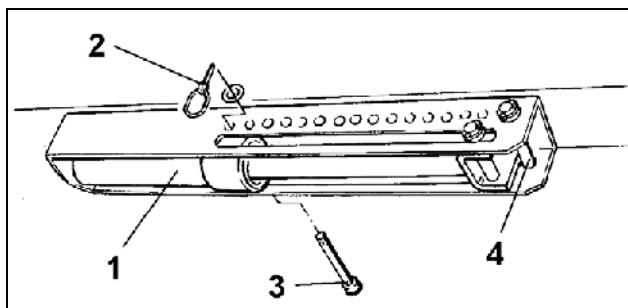

Fig. 87
Conecte el cilindro hidráulico (Fig. 87/1) a una válvula de control de simple efecto del remolcador (ver cap.8.2) y active la válvula de control sólo desde la cabina del remolcador.
Dos pernos (Fig. 87/3 y Fig. 87/4) están enchufados como topes del cilindro hidráulico (Fig. 87/1) en el segmento de regulación. El tope del cilindro hidráulico apoya sobre el perno (Fig. 87/3), cuando el cilindro hidráulico esté sin presión, y en el perno (Fig. 87/4), cuando el cilindro hidráulico esté bajo presión.
- Poner el cilindro hidráulico (Fig. 87/1) bajo presión.
- Enchufar el perno (Fig. 87/3) en una perforación del grupo de agujeros y asegurar con un pasador clavija (Fig. 87/2).